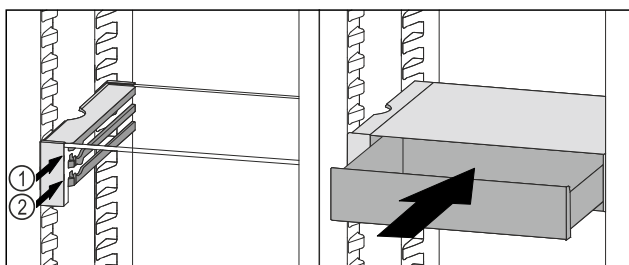

Fig. 130
- ▶ Sæt VarioSafe-skuffen ind bag stoppene på den ønskede ribbe Fig. 130 (1) eller Fig. 130 (2).